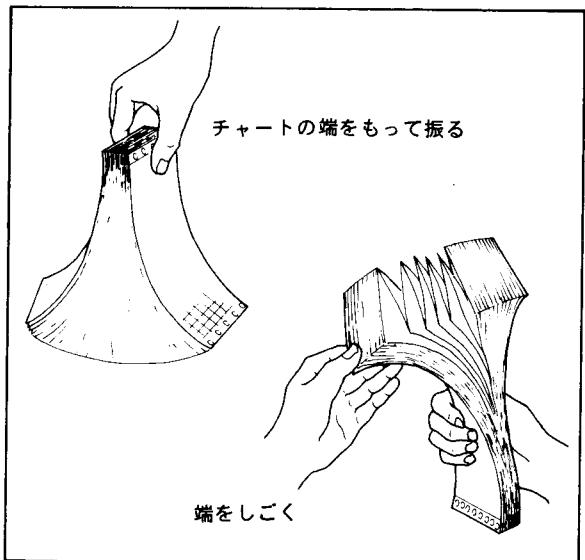

図11-2 記録紙のさばき方
(1) 記録紙は挿入前に良くさばいておきます（図11-2）。